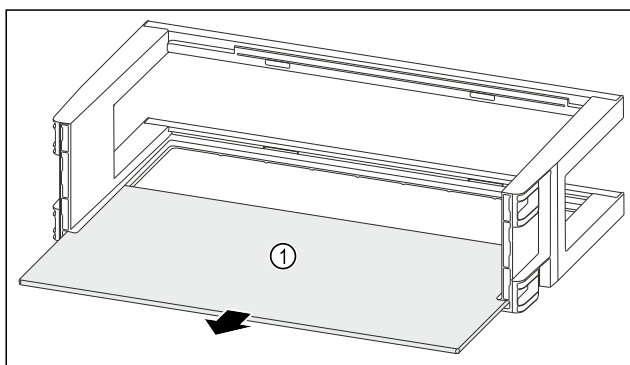

Fig. 166
- ▶ Izvadite policu Fig. 166 (1).